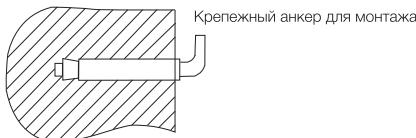

Рис. 4
- После выбора места монтажа определите места под два крепежных болта с крюками (в зависимости от спецификации выбранного изделия). Проделайте в стене два отверстия необходимой глубины с помощью сверла размером, соответствующим размеру крепежных болтов, вставьте винты, поверните крюк вверх, плотно затяните гайки, а затем установите на него электрический водонагреватель (см. рис. 4).